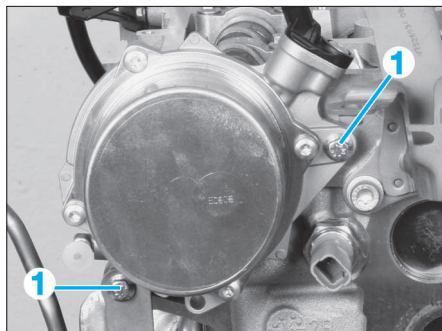

FIG.20
- Déposer les vis (1) (Fig.20).